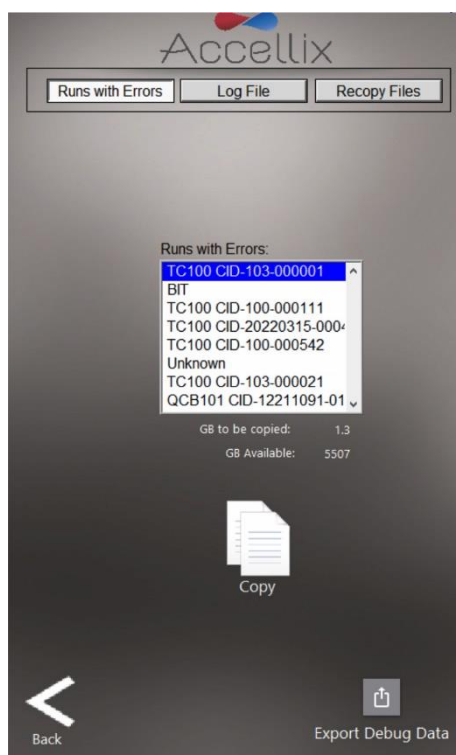

Figure 23 : écran Copier les tests exécutés avec erreurs
1. Si vous sélectionnez l'onglet **Runs with Errors** (Exécutions avec erreurs), les fichiers relatifs aux tests exécutés pour lesquels des erreurs ont été générées peuvent être sélectionnés et copiés (Figure 23). Vous pouvez sélectionner des dossiers de données de cartouche individuels en maintenant enfoncée la touche Ctrl sur un clavier externe raccordé tout en appuyant sur une entrée de la liste. Appuyez sur l'icône **Copy** (Copier).